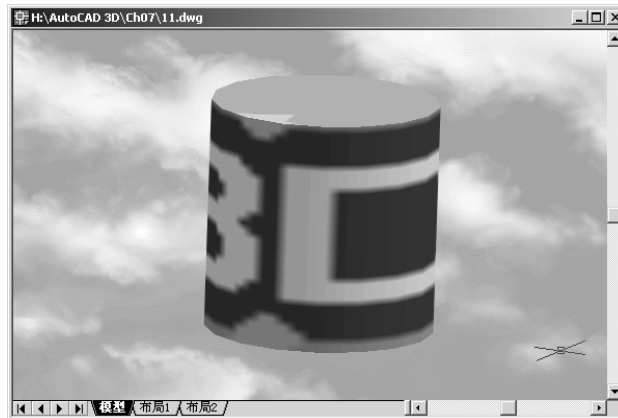

图 6-34 柱面贴图
(2) 柱面投影：柱面投影是将二维图像投影到圆柱面上。此时，二维图像将沿圆柱面弯曲，产生一种类似于酒瓶上的商标图案的效果，如图 6-34 所示。